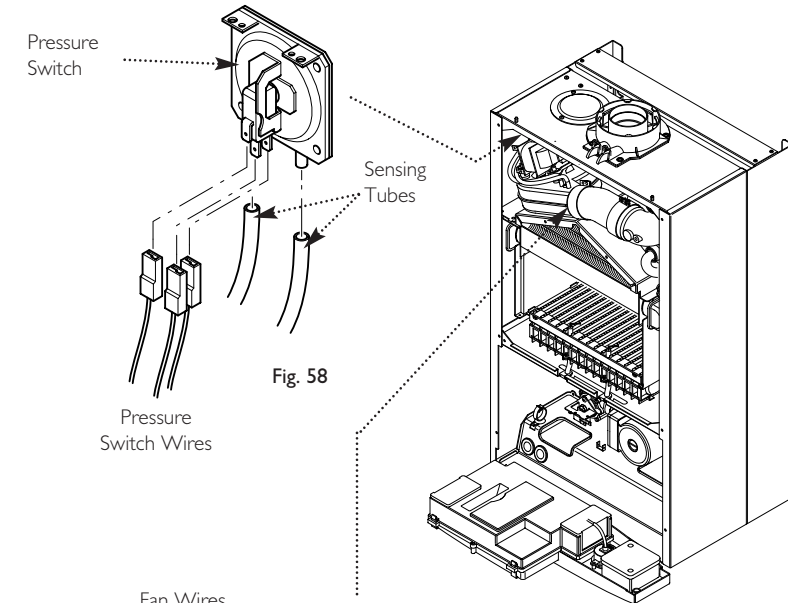

Fig. 58
14.2 Pressure Switch (Fig. 58)